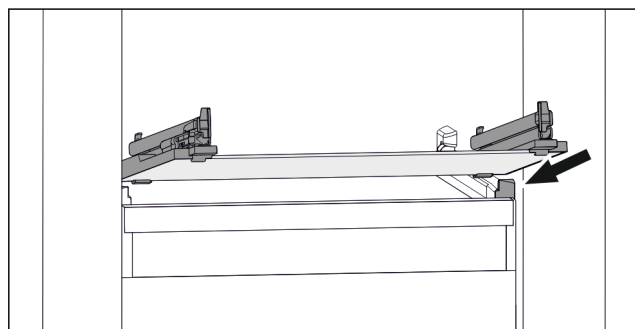

Fig. 98 Beispielhafte Darstellung der Glasplatte
- Glasplatte schräg hinter den Stopperrn aufsetzen. (siehe Fig. 98)